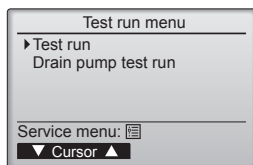

Fig. 7-2
- Seleccione "Test run" (Modo prueba) desde el menú Modo prueba, y pulse el botón [ACEPTAR]. (Fig. 7-2)